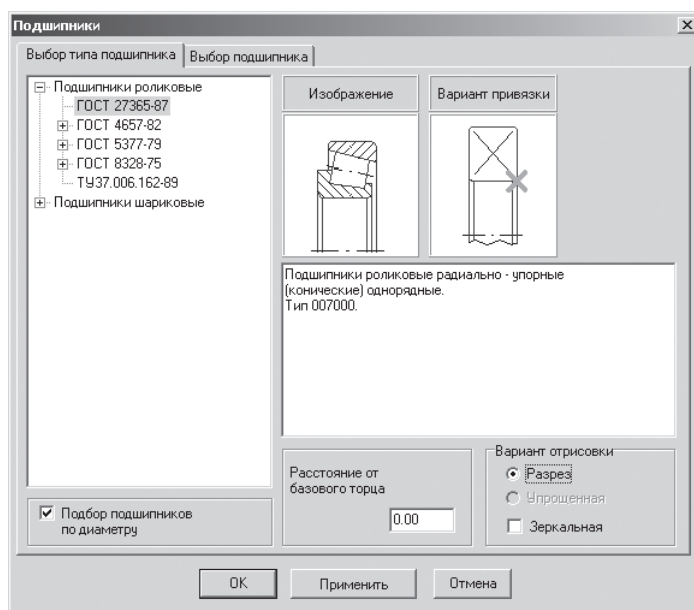

Рис. 3.45. Диалоговое окно **Подшипники** с раскрытой вкладкой **Выбор типа подшипника** после выбора подшипника и вида привязки
- щелкните по первому варианту. Оно появится в окне **Вариант привязки**. Диалоговое окно **Подшипники** с раскрытой вкладкой **Выбор типа подшипника** может выглядеть так, как показано на рис. 3.45.